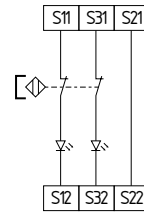

Fig. 15
**Commande à deux canaux d'interrupteurs de sécurité magnétiques selon EN 60947-5-3 (Fig. 15)**